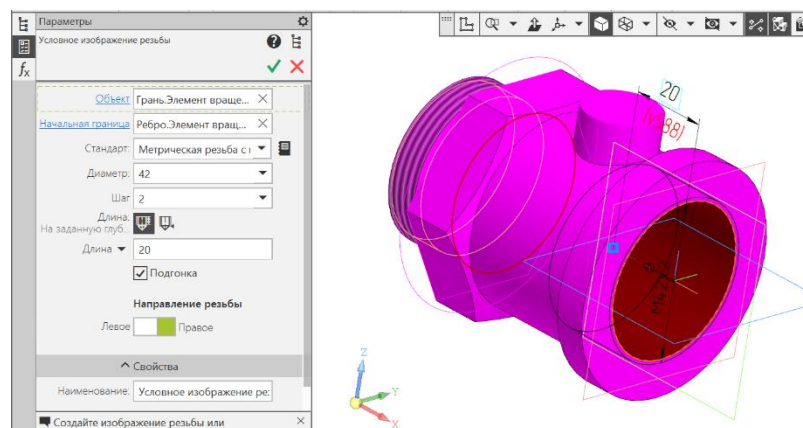

Рис. 16 Команда «Условное изображение резьбы» (внутренней)
- Условное изображение внутренней метрической резьбы: **Твердотельное моделирование – Обозначения – Условное изображение резьбы.** Параметры операции Условное изображение резьбы: объект – Элемент вращения 3; начальная граница – Элемент вращения 3; стандарт – Метрическая резьба с мелким шагом ГОСТ24705–2004; диаметр – 42; шаг – 2; длина – На заданную глубину 20 мм; направление – Правая (рис. 16).